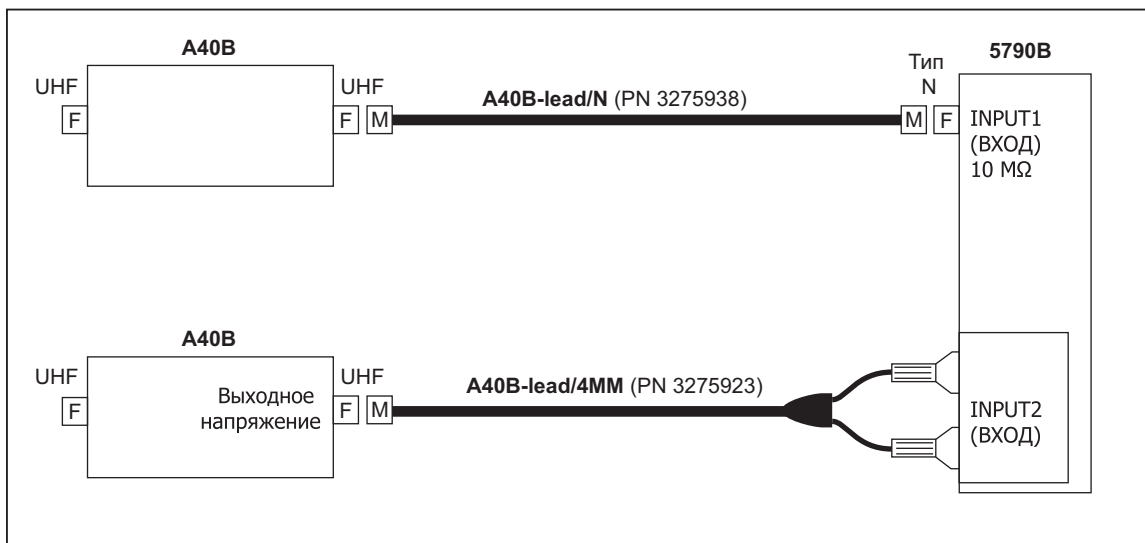
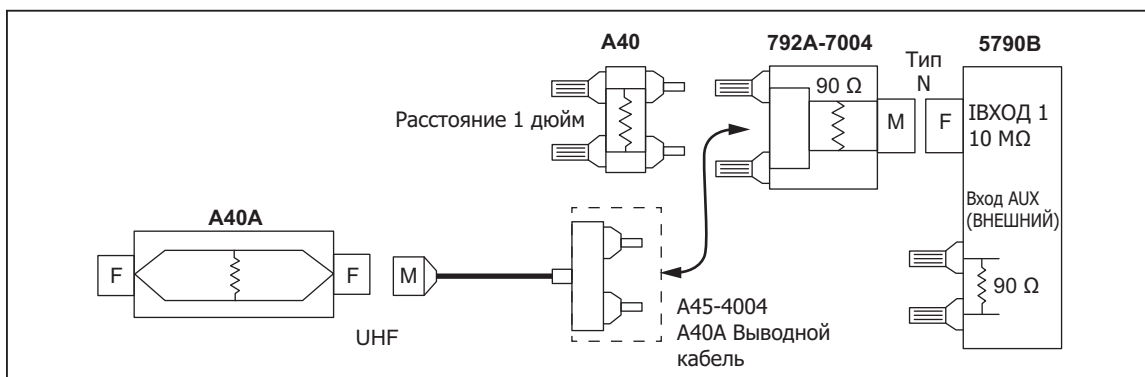

Рисунок 4-3. Измерения абсолютного тока с использованием A40B
Рисунок 4-4. Измерения относительного тока с использованием 792A-7004
Используйте принадлежность 792A-7004 для подключения токовых шунтов Fluke A40/A40A к INPUT 1 и выполните измерения тока, см. Рис. 4-4. 792A-7004 имеет внутренний резистор 90 Ом для прямого подключения к токовым шунтам A40/A40A для выполнения относительных измерений тока.
При использовании INPUT 1 и адаптера 792A-7004, см. Рис. 4-4:
Используйте принадлежность 5790B-7001 для подключения токовых шунтов Fluke A40 или A40A ко входу AUX Прибора, чтобы выполнить передачу тока до 20 A (см. Рисунок 4-4). Вход AUX Прибора внутренне оконцован резистором на 90 Ω, который обеспечивает прямое подключение к токовым шунтам. Для подключения к токовым шунтам A40 и A40A необходима принадлежность 5790A-7001, которая состоит из адаптера и кабеля. Длина кабеля составляет примерно 36 дюймов, на одном конце расположена штепсельная концевая заглушка, на другом конце расположен разъем UHF (M). Этот кабель соединяет вход AUX Прибора и токовый шунт A40A или адаптер (см. Рис. 4-3). Переходник оснащен разъемом UHF (F) на одном конце и гнездом типа «банан» на расстоянии одного дюйма на другом конце. Это расстояние в один дюйм обеспечивает подключение к токовому шунту A40.